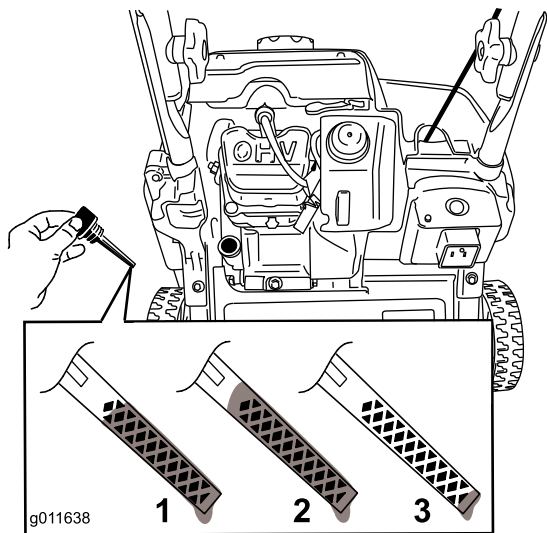

Figure 27
**Remarque:** Pour déterminer le niveau d'huile correct indiqué par la jauge, voir (Figure 27).
**Remarque:** Versez de l'huile dans le carter moteur jusqu'à ce que la jauge indique le niveau correct, comme illustré à la Figure 27. Si vous remplissez excessivement le carter moteur, vidangez l'excédent d'huile par l'orifice de vidange dans un bac pour vidange d'huile.